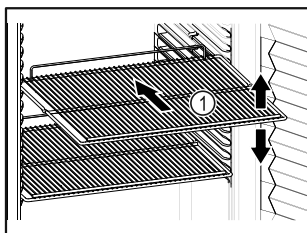

Fig. 86 Príklad zobrazenia
- Ak sa dajú odkladacie rošty Fig. 86 (1) premiestniť, prispôbte výšku.